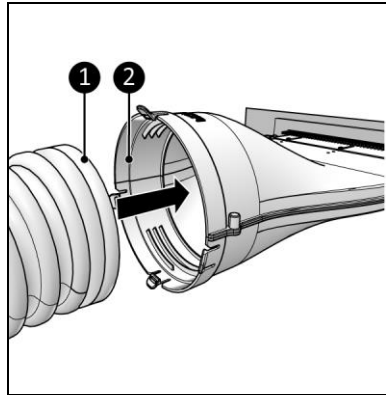

Figure 7
- Avec un système à déclic, pour un tuyau avec un collier (Figure 7, pos. 1).
1. Ins rez le tuyau de climatisation (Figure 7, pos. 1) dans la partie principale (Figure 7, pos. 2).